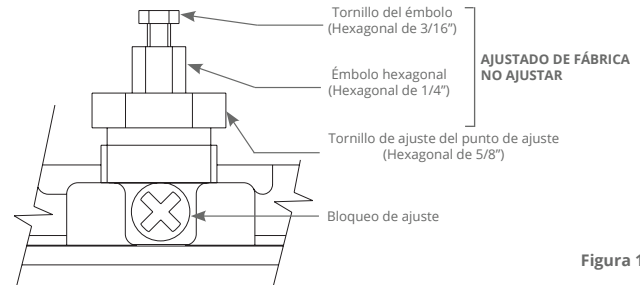

Figura 1
2 Ajuste el punto de ajuste (set point) girando el tornillo de ajuste hexagonal de 5/8" en sentido horario para elevar el punto de ajuste, o en sentido antihorario para bajarlo. La tensión sobre el tornillo de ajuste se puede aumentar apretando el bloqueo de ajuste. (consulte la Figura 1). Los controles incluyen escalas de referencia no calibradas para configuraciones de rango alto, bajo o medio. Al realizar ajustes, no exceda la presión de prueba nominal que figura en la placa de identificación, ya que esto puede provocar un cambio en el punto de ajuste.
- 2 Ajuste cada punto de ajuste de caída girando el tornillo de ajuste (Ver Figura 1) en sentido horario para subir cada punto de ajuste o en sentido antihorario para bajar el punto de ajuste. El ajuste de caída es constante.